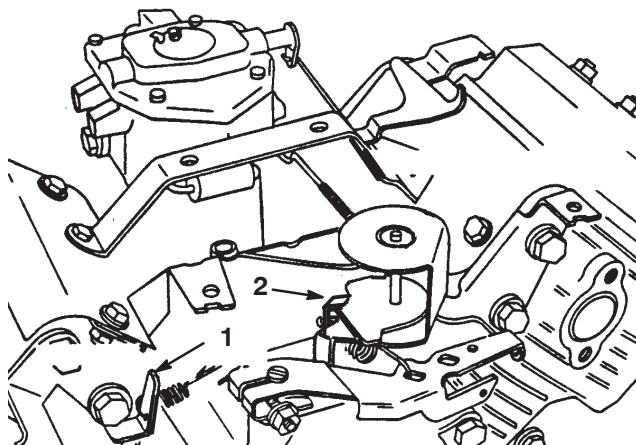

Figure 46
3. Courbez la languette d'ancrage du ressort de ralenti réglé (Fig. 46) pour obtenir un régime de ralenti de  $1625 \pm 50$  tr/min. Vérifiez le régime avec un compte-tours.
5. Réglez la manette d'accélérateur en position haut régime. Courbez la languette d'ancrage du ressort de régime maximum (Fig. 46) pour obtenir un régime maximum de  $2850 \pm 50$  tr/min.